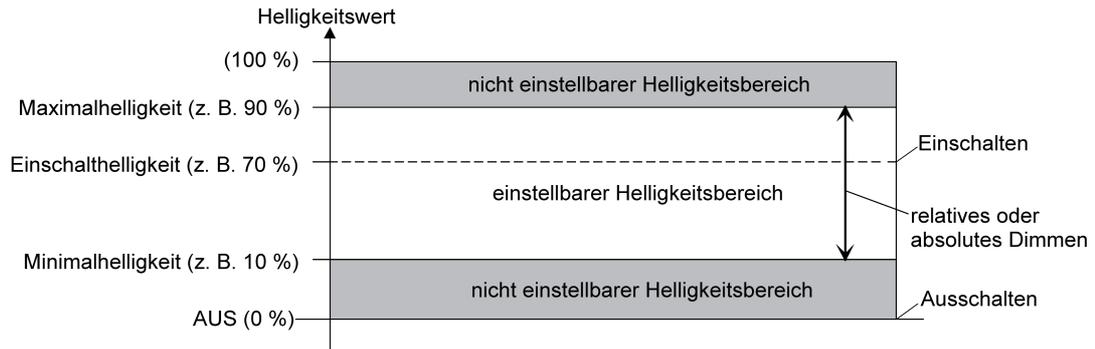

Bild 14: Beispiel eines Helligkeitsbereiches mit Minimalhelligkeit
- Definition der unteren Helligkeitsgrenze mit Minimalhelligkeit (Bild 14):
- i** In der Betriebsart "Drehzahlsteller" bei der Gerätevariante "1fach" kann - analog zur Beschreibung der Helligkeitswerte für eine Beleuchtungssteuerung in diesem Kapitel - die Minimaldrehzahl in der ETS konfiguriert werden (Bild 14). Die alternative Konfiguration einer Grunddrehzahl ist hierbei aus technischen Gründen nicht vorgesehen. Die Maximaldrehzahl ist ebenfalls nicht per Parameter einstellbar. Sie ist fest auf 100 % vorgegeben. Die Einschaltzahl ist unveränderbar auf Maximaldrehzahl (100 %) vorgewählt. Die Unterschiede der Betriebsart "Drehzahlsteller" im Vergleich zur Betriebsart "Beleuchtungssteuerung" sind detailliert im Kapitel "Besonderheiten in der Betriebsart Drehzahlsteller" nachzulesen (siehe Seite 116).